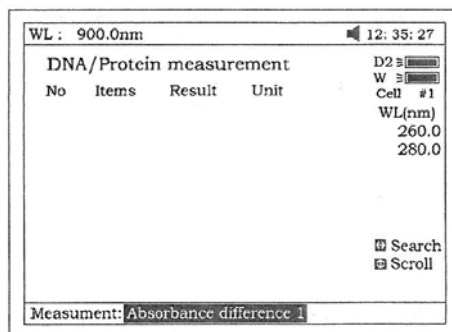
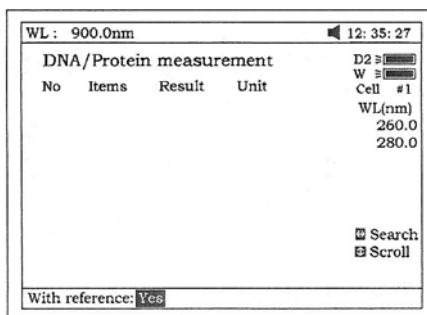

Fig 62
Fig 63
2. Presione **[F2]** para seleccionar modo de medida. “Diferencia de absorbancia 1” es para medir las longitudes de onda 260nm, 280nm y 320nm (opcional), y la “diferencia de absorbancia 2” es para medidas a las longitudes de onda 260nm, 280nm y 320nm (opcional), Fig 62. Entonces, seleccione con/sin referencia. Si la selección es con referencia (no), la A de referencia será “0” (Fig 63).